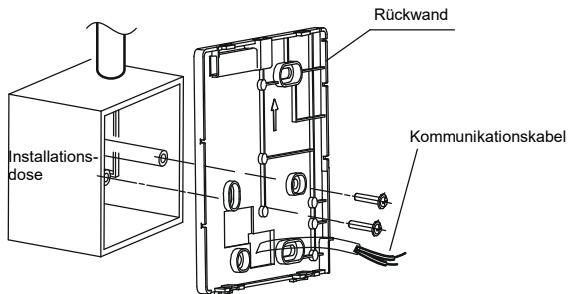

Abb. 5
4. Passen Sie die Längen der beiden mitgelieferten Befestigungssäulen aus Kunststoff an den Standardabstand zwischen der Säule der Installationsdose und der Wand an. Achten Sie bei der Montage der Befestigungssäule in die Installationsdose darauf, dass sie mit der Wand bündig ist. (Siehe Abb. 5.)